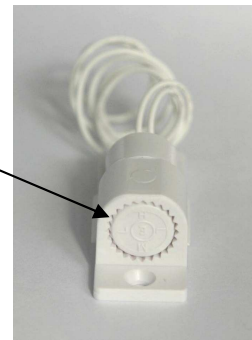

Fig. 3
5. Ajustez la sensibilité du capteur selon vos besoins (Fig. 3), fixez le correctement sur la surface que vous désirez surveiller, fixez également le transmetteur qui est maintenant connecté au capteur.